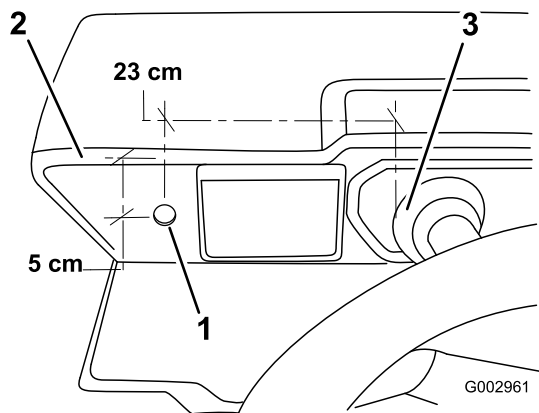

図 5
3. ダッシュパネルに、直径 15.9 mm の穴を開ける。穴の位置は、ステアリングコラムのベースから 23 cm、ダッシュボード上面ら 5 cm とする (図 5)。